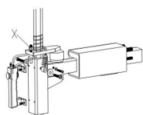

Fig 22
Nota: Se il braccio verticale non si blocca o non rispetta la distanza richiesta di 2-3 mm tra la parte inferiore della testa di montaggio/smontaggio e il cerchio, regolare la piastra di bloccaggio esagonale, vedere Fig. 22 e regolare (X).